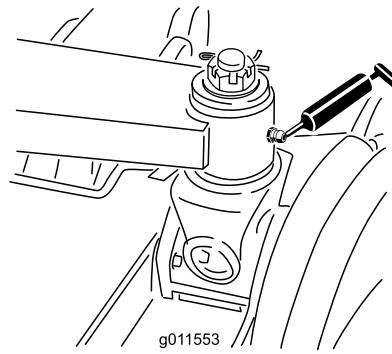
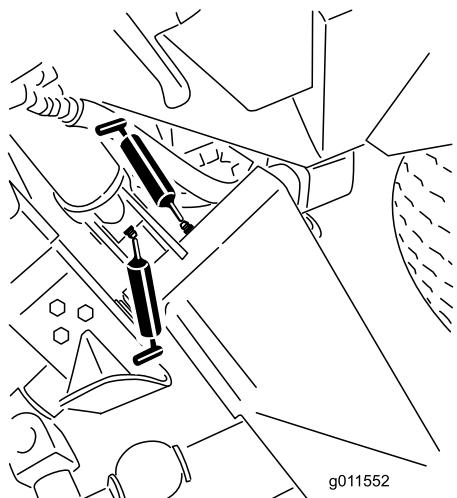

Bild 83
Bild 82
- Sechs Haupt-Hubarmbüchsen (Bild 82 und Bild 83)